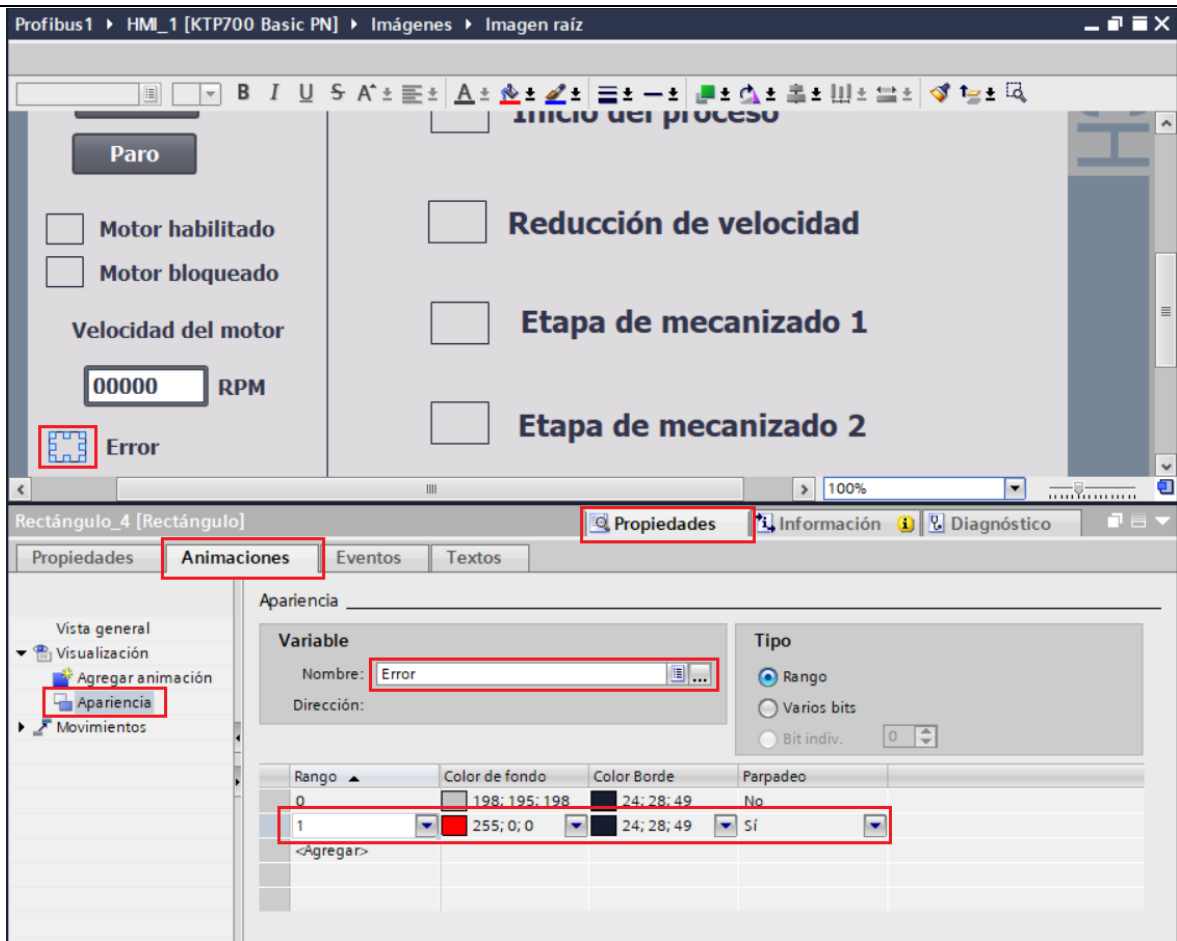

Figura 36. Configuración Error.
- En “Formato” / “Formato represent” escoger la opción “**9999**” (ver Figura 36).
- En “Rango” seleccionar “**1**”, en “Color de fondo” seleccionar el color “Rojo” y en “Parpadeo” seleccionar “**Si**” (ver Figura 36).